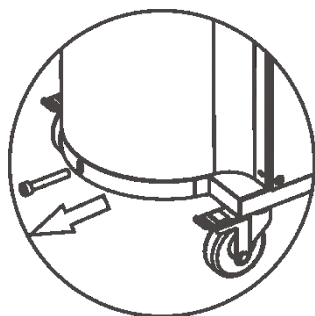

Рисунок 2
- Подключите красный шланг (ВД) и синий шланг (НД) к выходам системы кондиционирования автомобиля при помощи быстросъёмных адаптеров, рисунок 2.